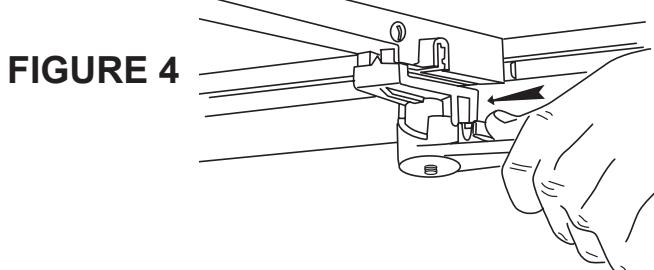

FIGURE 4
6. Seules les attaches avant comportent des fonctions de verrouillage. Tandis que la poignée est enclenchée (en position de fixation), enfoncez la languette de verrouillage sur la poignée pour engager le verrou. Se reporter à la Figure 4.